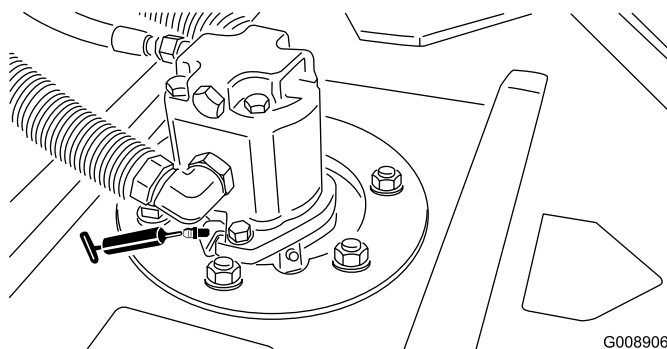

Figura 43
- Cojinetes de los ejes de las unidades de corte (1 por unidad de corte) (Figura 43).